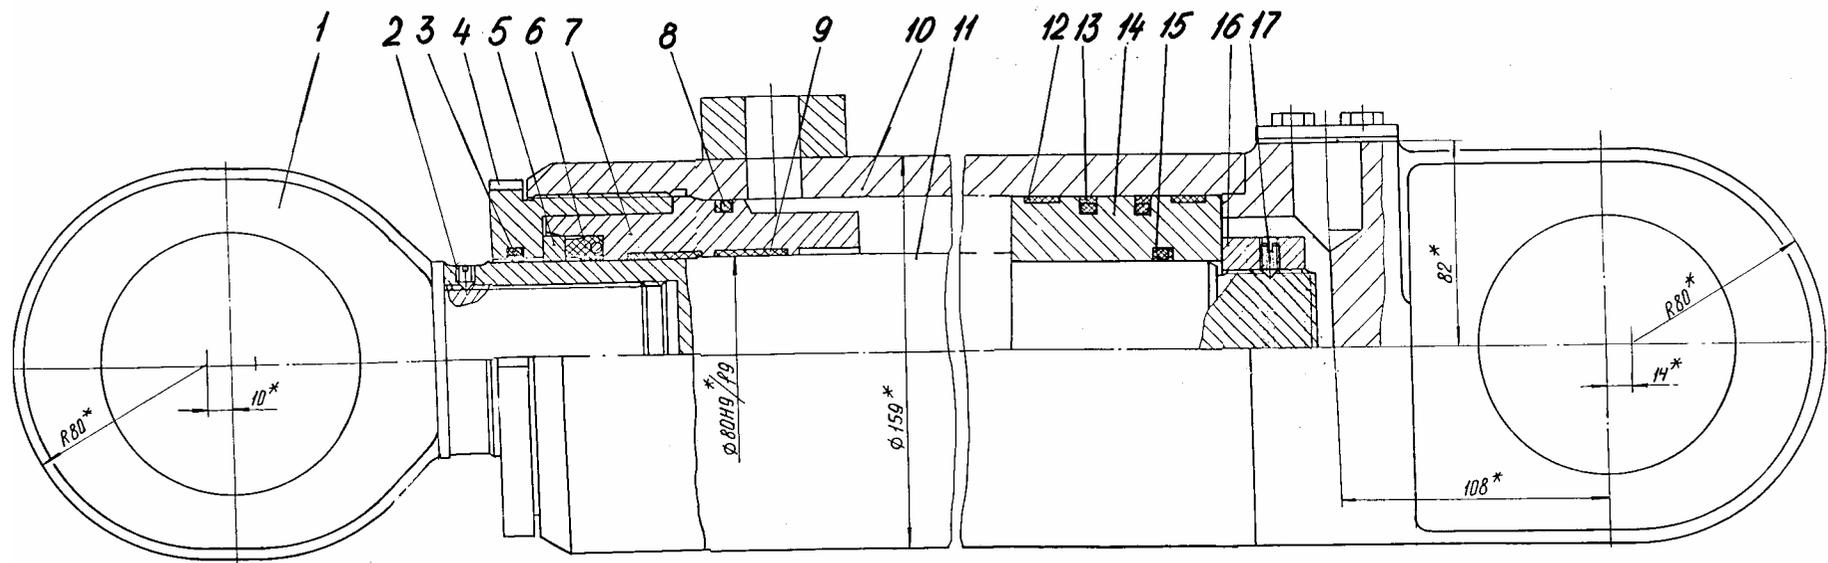

Рис. 42 Гидроцилиндр
8. ГИДРОЦИЛИНДРЫ (рис. 42, 43).